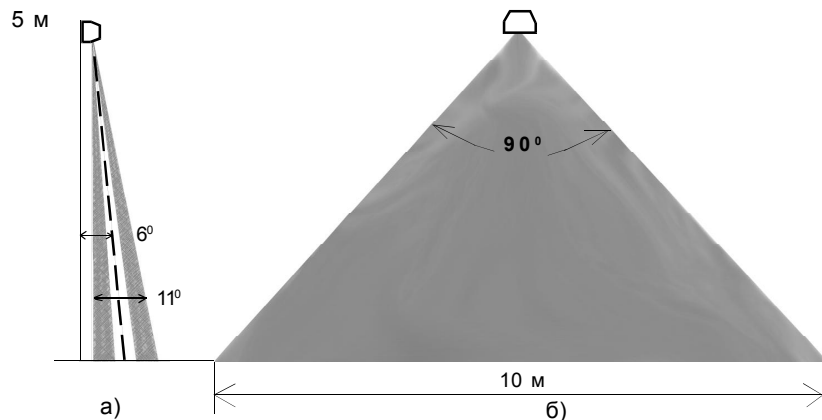

Рисунок 2
8.1. Проверку зоны обнаружения (рисунок 2) производить следующим образом: